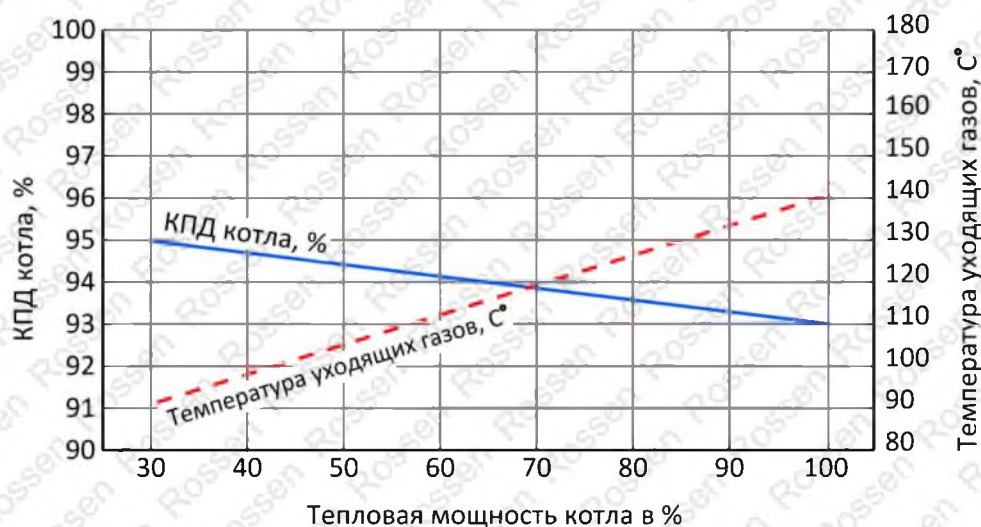

Рисунок 1. График температуры уходящих газов и КПД котла RSD
| Температура уходящих газов, °С | Согласно графику (см. рисунок 1) | | | | | | | | | | | | | |
* КПД при номинальной мощности котла, смотри рисунок 1.